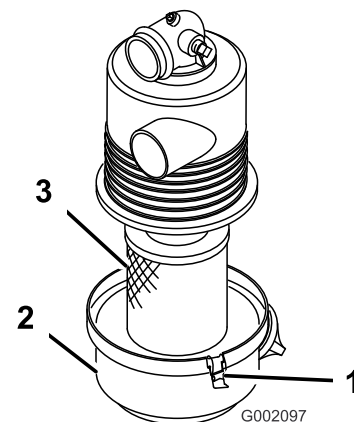

Figura 25
3. Rilasciate le chiusure che fissano il coperchio del filtro dell'aria all'alloggiamento del filtro dell'aria e rimuovete il coperchio (Figura 25).
4. Fate scorrere delicatamente l'elemento del filtro dell'aria (Figura 25) fuori dall'alloggiamento del filtro.